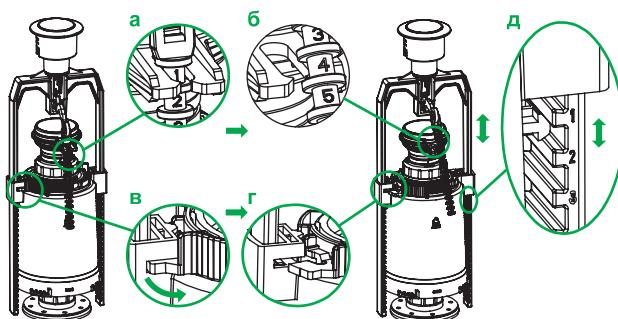

Рис. 4 / 4-сур.
- Отсоедините стержень (тягу коромысла) от трубыки перелива (рис. 4а, б).
- Поверните фиксатор коромысла против часовой стрелки на 15° (рис. 4в, г) и установите необходимую высоту коромысла (рис. 4д), чтобы при установленной крышке бачка кнопка спуска могла сделать 2–5 оборотов по часовой стрелке.